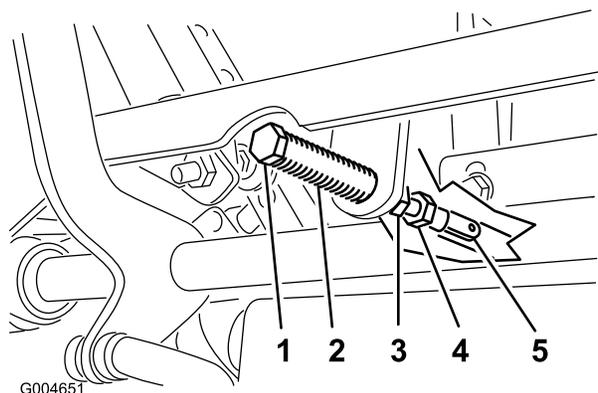

Figura 49
5. Puxe a alavanca para trás até que o pino de segurança (no braço por cima do eixo da articulação) entre em contacto com a extremidade da ranhura (até começar a fazer pressão na mola), como se mostra na Figura 49.
7. Se for necessário ajuste, solte a porca e a porca de retenção encostada à forquilha (Figura 49).
8. Aplicando uma pressão ligeira para trás à alavanca de controlo do movimento, rode a cabeça do parafuso de ajuste na direção adequada até a alavanca de controlo estar centrada na posição BLOQUEADA EM PONTO-MORTO (Figura 49).
9. Aperte a porca e a porca de retenção (Figura 49).
10. Aperte as porcas de retenção nas juntas de esfera (Figura 49).